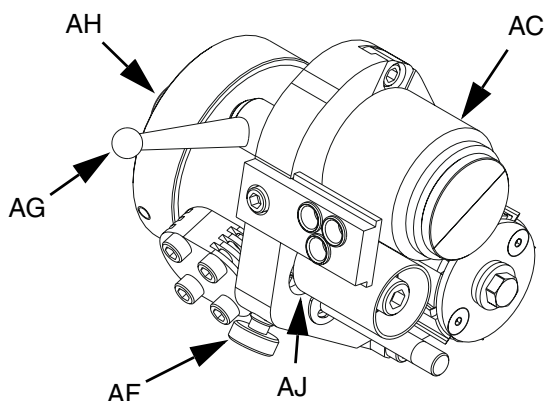

FIG. 4
4. Una vez que enganche el seguro, gire el motor del cortador (AH) en sentido horario para disminuir la velocidad. Consulte la FIG. 4. De ser necesario, gírelo en sentido antihorario para aumentar la velocidad.
3. Una vez que enganche el seguro, gire el motor del cortador (AH): en sentido horario para disminuir la velocidad, en sentido antihorario para aumentar la velocidad. Consulte la FIG. 4.
2. Desengrane el retenedor de tensión (AG) empujando hacia la parte delantera de la pistola.
3. Gire la perilla de tensión (AF) en el cortador: en sentido antihorario para aumentar la tensión, en sentido horario para disminuir la tensión. Consulte la FIG. 4.
Para ajustar la tensión entre el yunque (AC) y el rodillo libre (AJ), puede ajustarse la posición del rodillo libre. Consulte la FIG. 4 en la página 7.